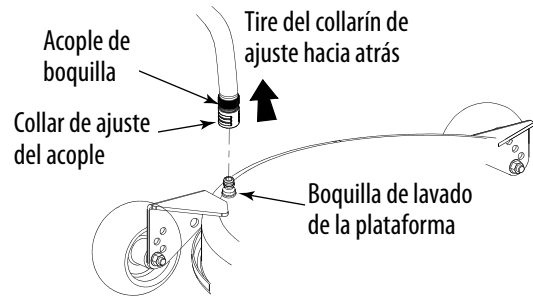

Figura 6-2
- Tire hacia atrás el collarín de ajuste del adaptador del pico y empuje el adaptador hacia uno de los picos de lavado de plataforma de cualquiera de los dos extremos de la plataforma de la cortadora de césped. Suelte el collarín de ajuste para trabar el adaptador en el pico. Vea la Figura 6-2.